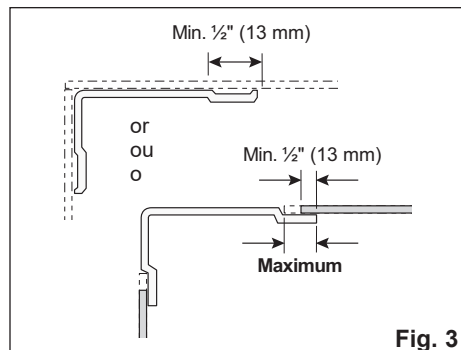

Fig. 3
CORRECT OVERLAP: *Panels overlap should be at least 1/2". For some models, back panel and end panels can be trimmed to accommodate smaller bathtub. DO NOT CUT CORNER PANELS B. Panels can be trimmed with a sharp edge cutting lightly. Using a straight edged piece of plastic or wood as a guide, score with continuous, even pressure. Note: Make several passes until approximately halfway through the plastic. Then bend and snap along score line. Fig. 3.*
RECouvrement Adéquat : *Le recouvrement entre les panneaux doit être de 1/2" minimum. Pour certains modèles, les panneaux de bout et le panneau du fond pourront être coupés pour convenir à une baignoire de plus petite taille. NE PAS COUPER LES PANNEAUX DE COIN B.* Pour couper, utiliser une règle pour tracer la ligne de coupe et un couteau bien affûté. **Note :** Il est très important de ne pas tenter de couper le plastique d'un seul trait; entailler plutôt le panneau plusieurs fois et plier le panneau jusqu'à ce qu'il se brise. **Fig. 3.**
RECUBRIMIENTO ADECUADO : *El recubrimiento entre los paneles debe medir como mínimo 1/2". Para ciertos modelos, los paneles del extremo y el panel del fondo podrán cortarse para adaptarse a una bañera más pequeña. NO CORTE LOS PANELES DE LA ESQUINA (B).* Para cortar, utilice una regla para trazar la línea de corte y un cuchillo bien afilado. **Nota:** Es muy importante no intentar cortar el plástico de un sólo tirón; es preferible cortar el panel varias veces y doblarlo hasta que se quiebre (**Fig. 3**).